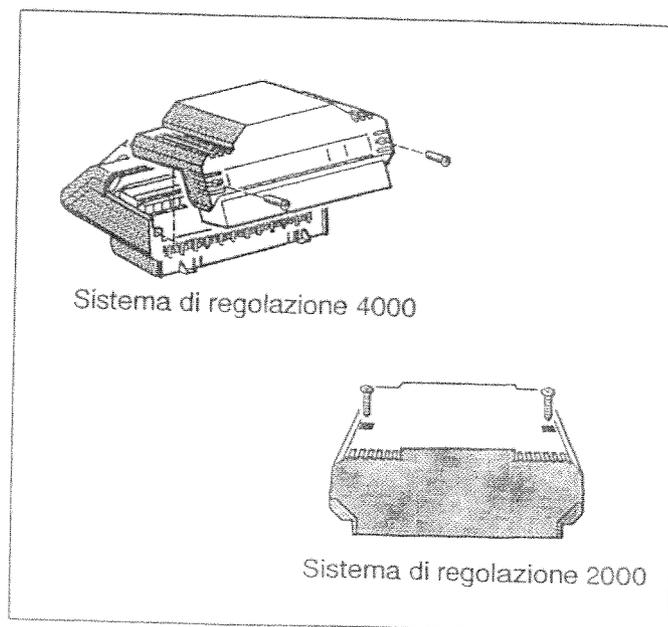

Fig. 6: Aprire l'apparecchio di regolazione
- Svitare entrambe le viti della copertura morsettiera dell'apparecchio di regolazione. Rimuovere la copertura morsettiera (Fig. 6).